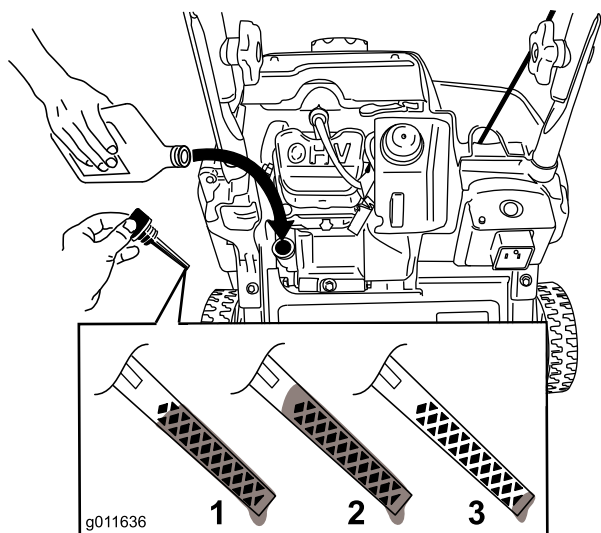

Figura 7
**Nota:** Riempite di olio la coppa fino a quando l'asta indica che il livello dell'olio motore è corretto, come illustrato in Figura 7. Se riempite eccessivamente il motore di olio, estraete l'olio in eccesso come indicato in Sostituzione dell'olio motore.
2. Pulite attorno al tappo del foro di riempimento dell'olio (Figura 7).
**Nota:** Per determinare quale sia il livello di olio corretto sull'asta vedere Figura 7.